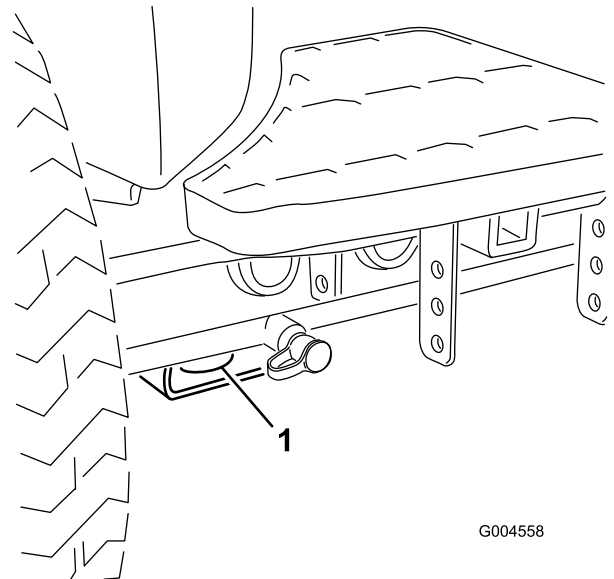

Figura 43
- Delantero – el orificio del bloque rectangular, debajo del tubo del eje, al interior de cada rueda delantera (Figura 43).